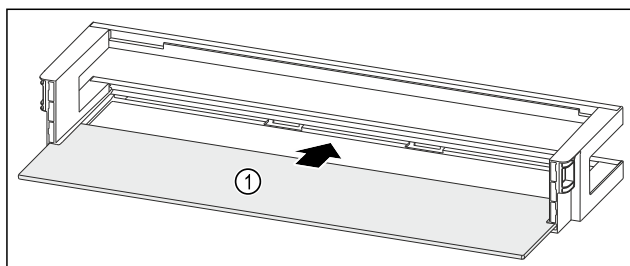

Fig. 212 Rafti i derës me raft mbajtës
- Futni raftin mbajtës Fig. 212 (1) në fole të anësore.